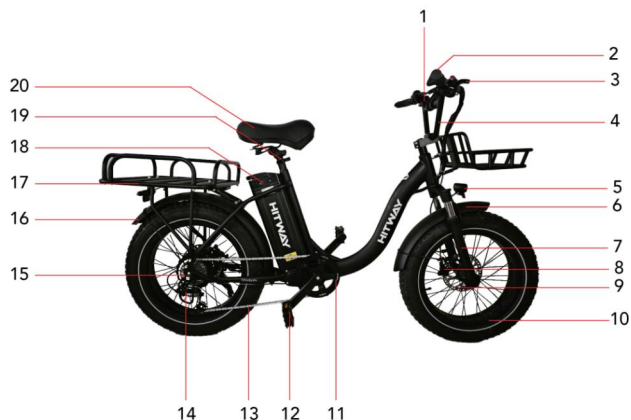

Abbildung 1 (Gesamtfahrzeugdiagramm)
1. Stecken Sie den Schlüssel in das Schlüsselloch in Abbildung 1 und drehen Sie ihn von der Position „OFF“ nach rechts in die Position „ON“.
(Bild 1)
1. Aufladen: Siehe Bild 1. Finden Sie den Ladeanschluss auf der linken Seite des Unterrohrs des Rahmens und schließen Sie das Ladegerät an, um den Ladevorgang zu starten. Wenn die Anzeigelampe des Ladegeräts von Rot auf Grün wechselt, bedeutet dies, dass der Akku vollständig geladen ist.